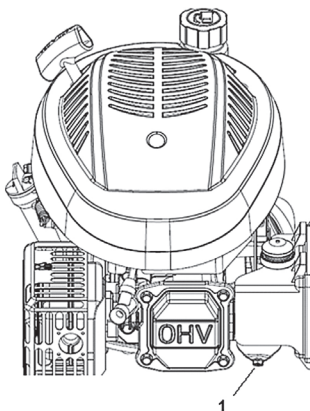

Рис. 16 Сливной болт поплавковой камеры карбюратора
2. Слейте топливо из и карбюратора (Рис. 16). Для этого открутите сливной болт поплавковой камеры карбюратора.